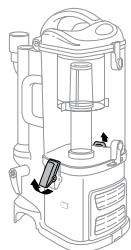

Fig. 18
- 1 Destabe los ganchos de los costados del recipiente de la tierra levantándolos hacia arriba y hacia fuera para separar el recipiente de la tierra de la base del motor. **(Fig. 18)**